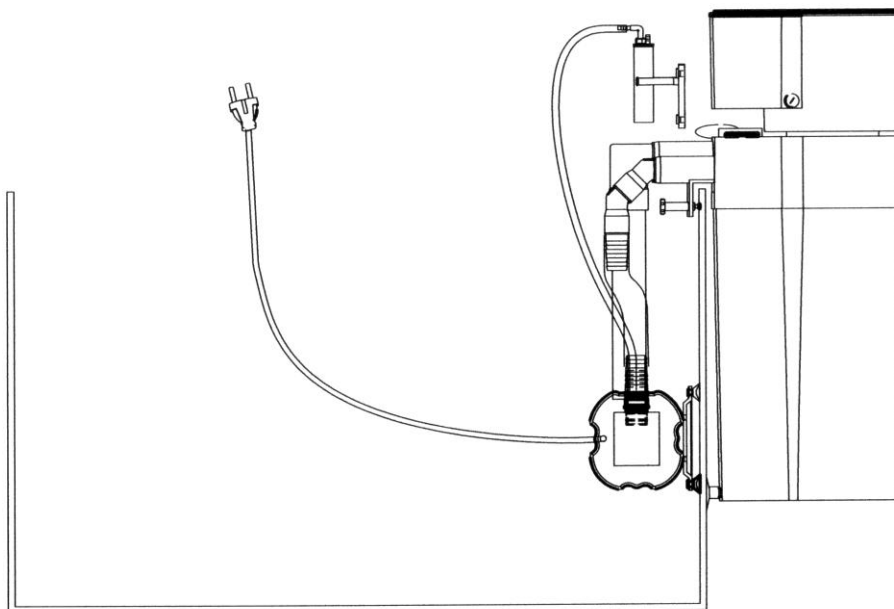

Fig.3: Turboflotor Blue 3000 en funcionamiento "Colgado"
1. Como un skimmer externo, directamente montada en el acuario: "Colgado", (fig. 3)
Instalación como un skimmer externo sobre el acuario - Colgado (fig. 3):